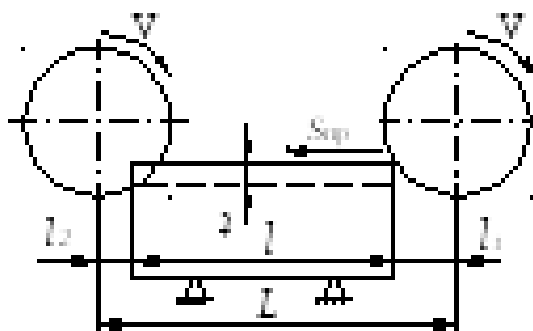

Рисунок 1 - Схема обработки цилиндрической фрезой
**Задание:** выбрать режимы резания фрезерования плоскости ВхL (Рисунок 1, таблица 1).